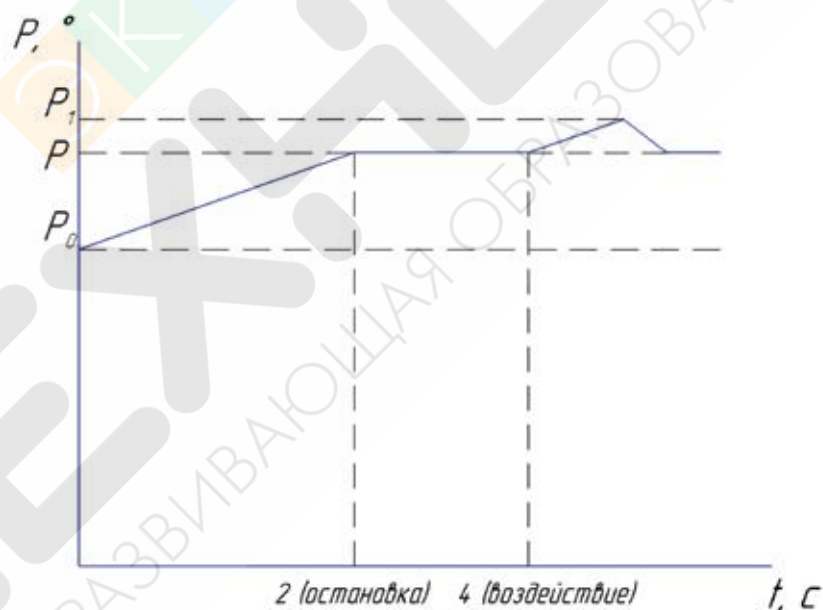

Рисунок 44. График зависимости $P(t)$ в режиме hold
После остановки привода энкодер запоминает положение выходного вала после остановки (P) и, в случае внешнего воздействия на вал, возвращает вал в положение P (Рисунок 44).